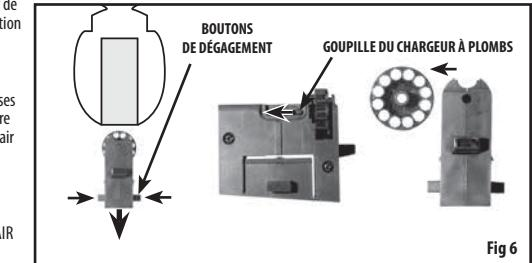

Fig 6
- Faites glisser la goulotte du chargeur vers l'avant et retirez le chargeur latéralement du magasin à plombs. (Fig. 6)